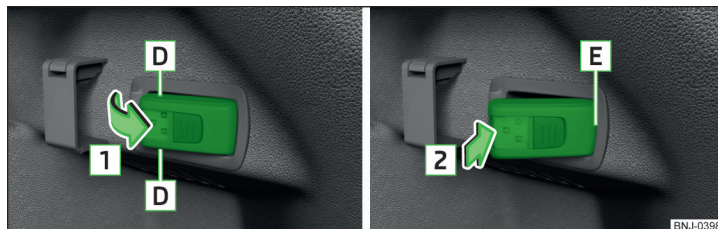

Fig. 117 Estrazione / inserimento della luce
- Per l'**estrazione** afferrare la luce nell'area **D** e ruotarla verso l'esterno in direzione della freccia **1** » **fig. 117**.
- Per l'**inserimento** inserire dapprima la luce con la parte posteriore **E** nel supporto » **fig. 117** e quindi premerla in direzione della freccia **2**, finché non si innesta in modo udibile.